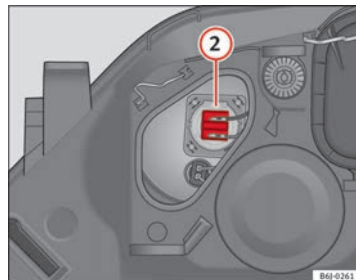

Fig. 151 Feux de route
- Retirez le connecteur ⇒ fig. 151 ② en tirant vers l'extérieur.